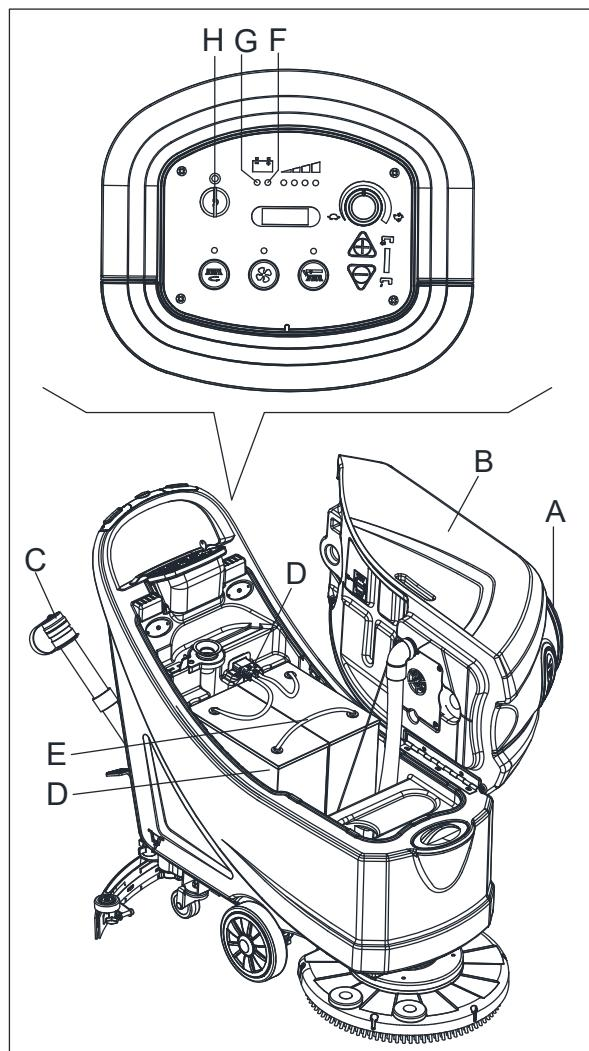

Рисунок 14
Заряжайте батареи, когда загорается желтый (F, Рисунок 14) или красный предупредительный световой сигнал (G), или после окончания уборки.
- Откройте крышку (A, Рисунок 14) и убедитесь, что бак утилизации (B) пустой, в противном случае слейте бак при помощи сливного шланга (C).
- Поверните ключ зажигания (H) на "0".
- Аккуратно поднимите бак (B).
- Проверьте уровень электролита внутри батарей (D); при необходимости пополните через колпачки (E).
- Оставьте все колпачки батареи (E) открытыми для следующей зарядки.
- При необходимости очистите верхнюю поверхность батарей (D).